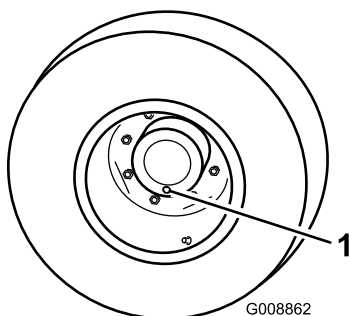

Figura 63
1. Con la máquina en una superficie nivelada, coloque una rueda de manera que uno de los tapones de verificación/drenaje esté en la posición más baja (posición de las 6) (Figura 63).